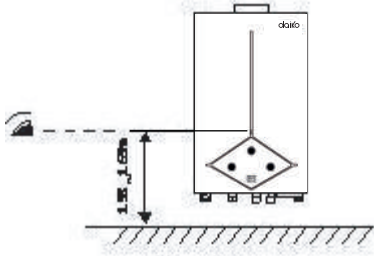

Fig. 8
- La fenêtre de vérification du chauffe-eau doit être au niveau des yeux (entre 1,55-1,65m au-dessus du sol, Fig. 8), libre des matières inflammables (Fig. 9). Aucun câble ou équipement électrique ne doit être installé au-dessus du chauffe-eau. Le chauffe-eau est gardé au moins 400mm loin des produits électroniques en sens horizontal.